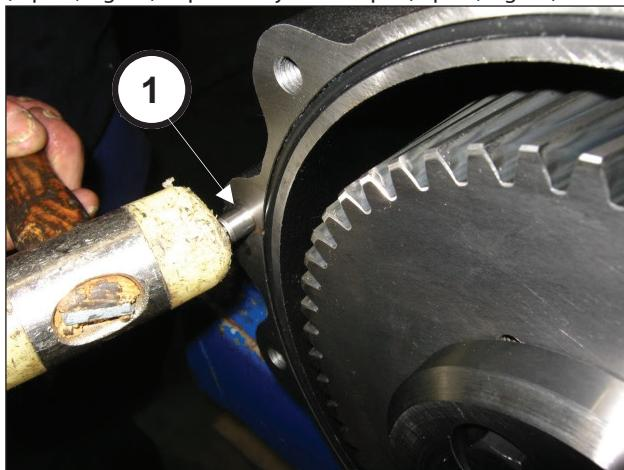
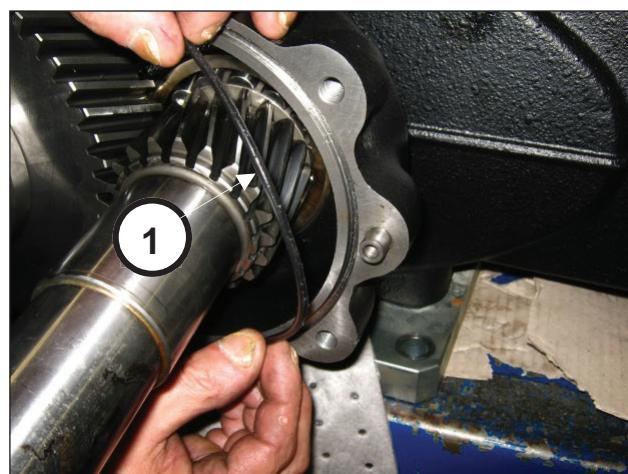

Fig. 83
Fig. 84
Monter les 2 goupilles Ø10x24 dans le boîtier de réducteur (rep. ①, Fig. 83) et placer le joint torique (rep. ①, Fig. 84).